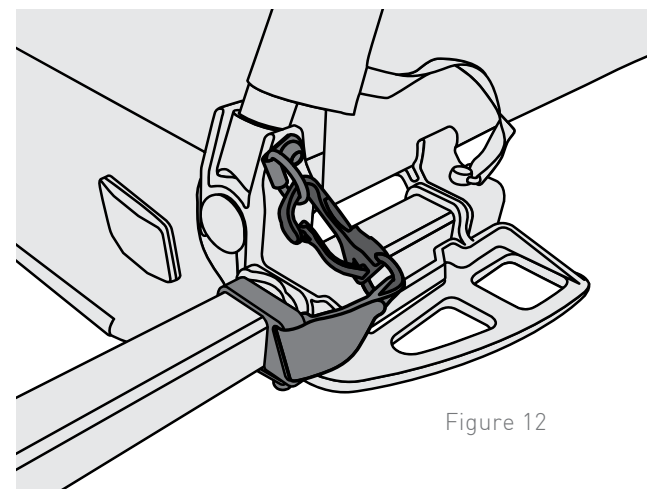

Figure 12
4. Clipsez la sangle de sécurité sur l'anneau d'arrimage du cadre de la remorque (Figure 12).